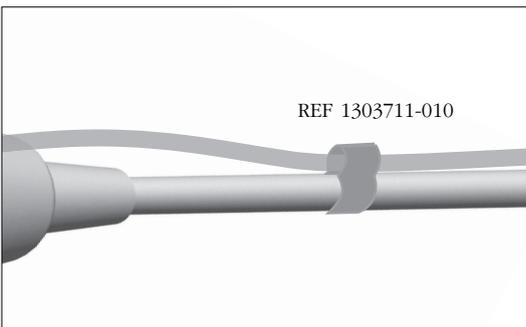

fig. 9
L. Fije el tubo-spray al cable del motor con las bridas de fijación REF 1303711-010 **fig. 9**.